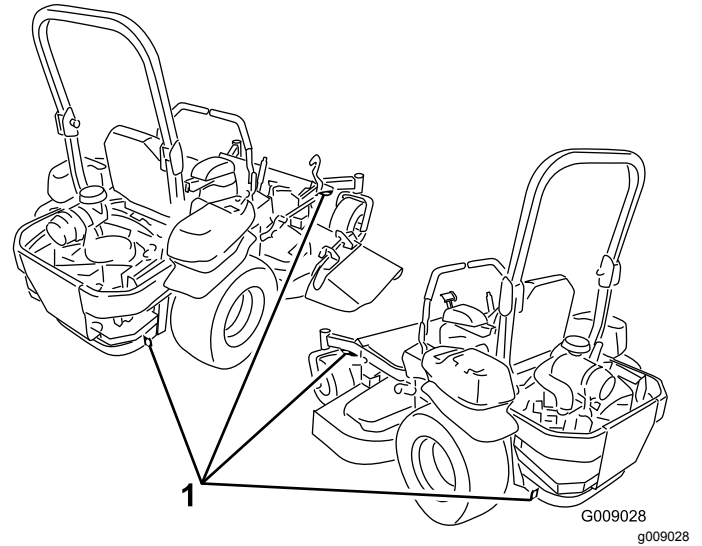

Bild 29
5. Befestigen Sie die Maschine mit den Vergütungsschleifen aus Metall, Ketten, Kabel oder Seilen am Anhänger oder Pritschenwagen (Bild 29).